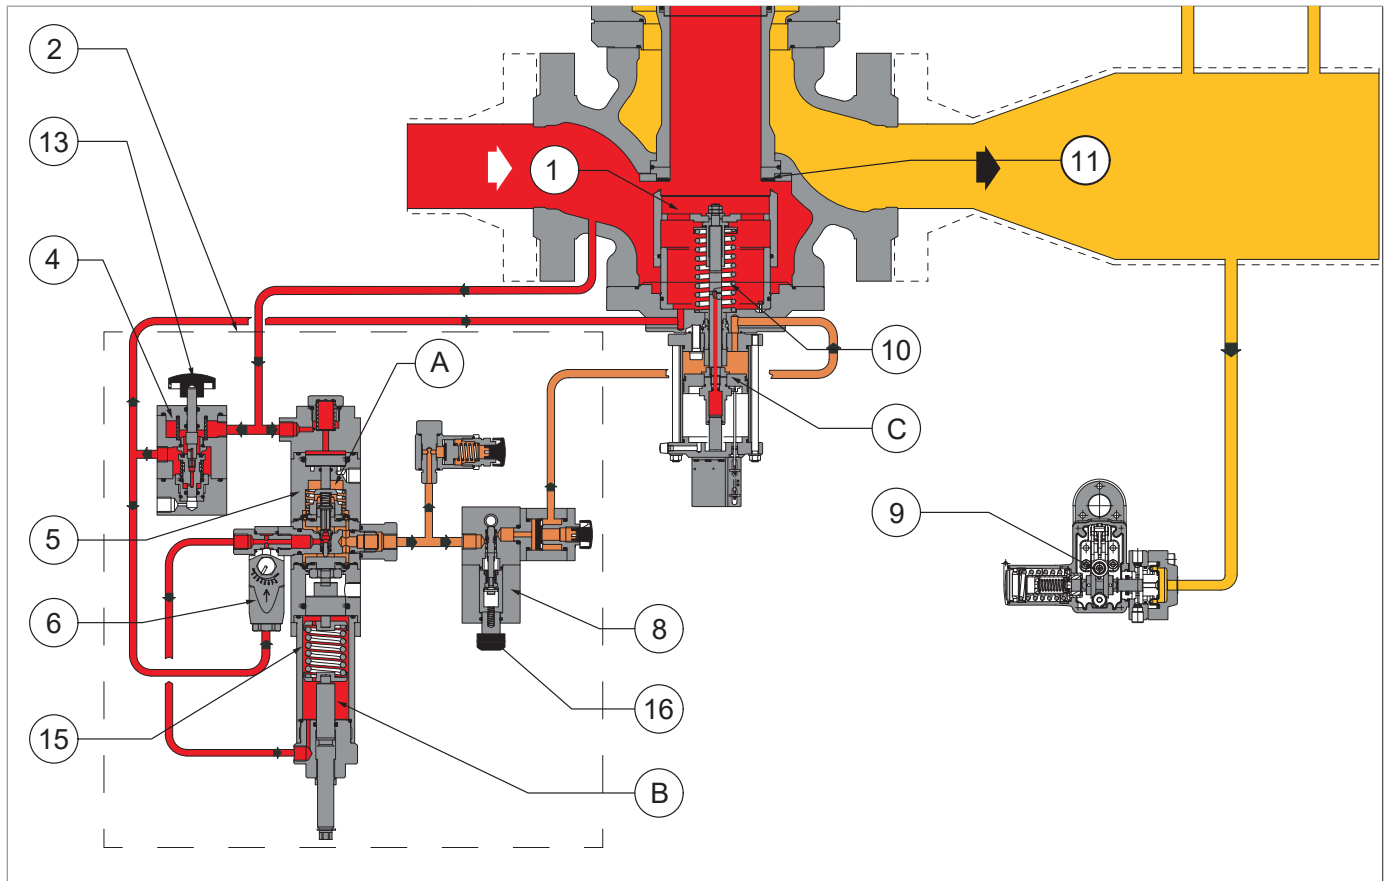

Abb. 4.13. REVAL 182 mit integriertem Sicherheitsabsper Ventil HB/97
Das eingebaute Sicherheitsabsperrventil HB/97 besteht aus (siehe Abb. 4.13):
Das Gerät LINE OFF 2.0 (2) besteht aus (siehe Abb. 4.13):